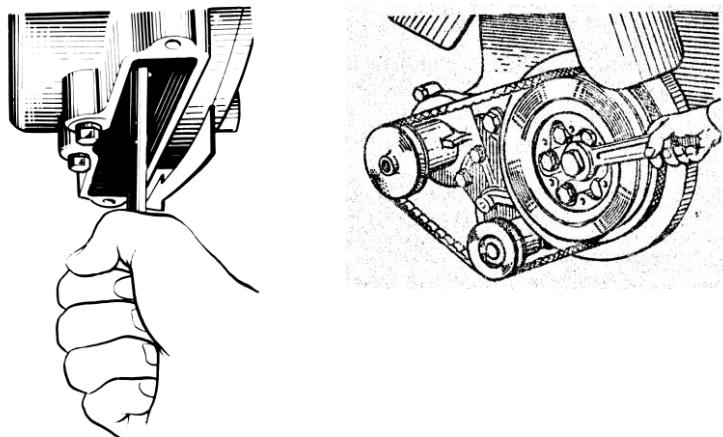

Рисунок 49 – Проворачивание коленчатого вала
- 4 Проворачивая коленчатый вал по часовой стрелке (при виде со стороны вентилятора) спереди ключом за болт крепления шкива или сзади воротком за маховик через люк в нижней части картера маховика, используя отверстия в маховике (рис. 49), установить момент, когда выпускной клапан первого цилиндра полностью поднимется, то есть закроется. Продолжая вращать коленчатый вал, провернуть его еще примерно на  $1/3$  оборота ( $\approx 120^\circ$ ). Это положение коленчатого вала соответствует такту сжатия в первом цилиндре и оба клапана этого цилиндра будут закрыты.
Вращать коленчатый вал можно ключом за болт крепления шкива коленчатого вала или ломиком за отверстия в маховике (рис. 49) при снятой крышке люка картера маховика.